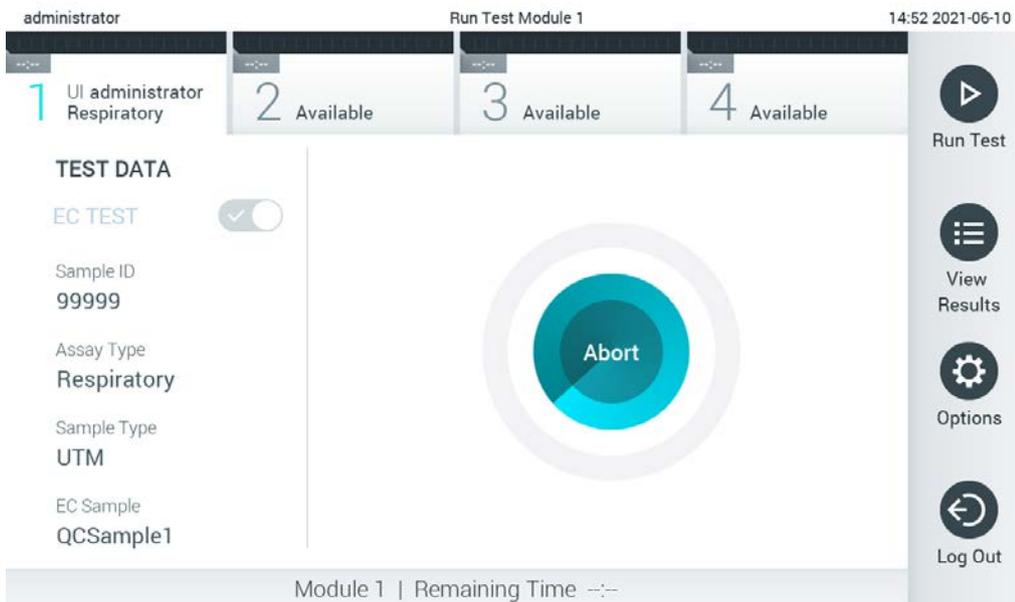

Figura 94. Pantalla de ejecución de la prueba y tiempo restante para finalizar la prueba.
10. Una vez que detecte el cartucho de ensayo QIAstat-Dx, el QIAstat-Dx Analyzer 1.0 cerrará automáticamente la tapa del puerto de entrada del cartucho y comenzará la realización de la prueba. El operador no tendrá que realizar ninguna otra acción. Mientras se está realizando la prueba, el tiempo restante de la serie se muestra en la pantalla táctil (figura 94, siguiente página).